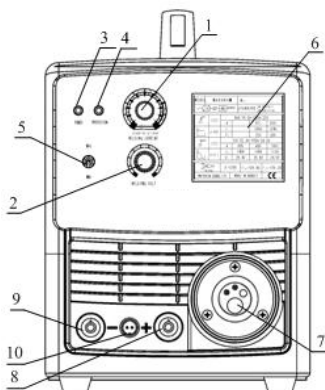
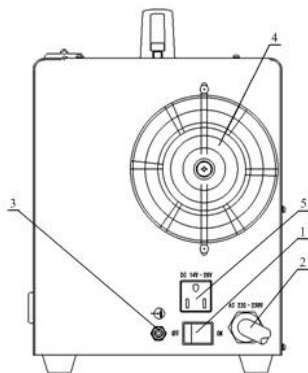

Рис. 2. Передняя панель аппарата ПСИ-L-160M; ПСИ-L-200M
Рис. 3. Задняя панель аппарата ПСИ-L-160М, ПСИ-L-200М
- 3 – переключатель выходов напряжения на разъемы для сварки алюминия (п.10 Рис.2) и остальных металлов (п.8,9 Рис.2);
Когда выключатель 1 (Рис.3) переводится в положение «вкл.», на передней панели загорается световой индикатор сети 3 (рис. 2) и начинает работать вентилятор 4 (рис.3). Многоцветная жила сетевого кабеля должна подключаться к «земле», остальные жилы – к фазам. Гнездо 3 (рис.3) соединяется с газовым регулятором. Вентилятор 4 (рис. 3) охлаждает внутренние компоненты аппарата, нагревающиеся в процессе его работы. К разъему 5 (Рис.3) подключается нагреватель газа.